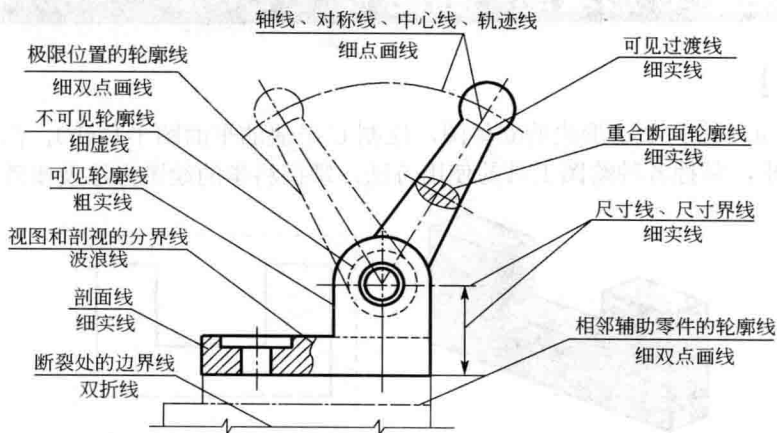

图 1-2 图线的应用示例
(1) 同一图线中同类图线的宽度应保持一致。
(2) 线型不同的图线相互重叠时，一般按照粗实线、细虚线、细点画线的顺序，只画出排序在前的图线。
(3) 细（粗）点画线和细双点画线的起止两端一般为线段而不是点。细点画线超出轮廓线 2~5mm。
(4) 当图形较小时，可用细实线代替细点画线。
(5) 细实线在粗实线的延长线的方向上画出时，两图线的分界处有间隙。
(6) 细点画线、细实线和其他图线相交或自身相交时，应是线段相交。
(7) 图线应用示例见图 1-2。